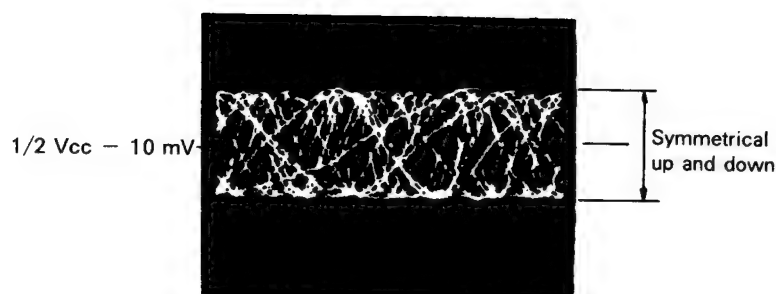

Figure 20-1
*1 Adjust to obtain vertically symmetric waveform (Fig. 20-1) with respect to the reference DC level. The reference level is $1/2 V_{cc} - 10 \text{ mV}$.
*1 So einstellen, daß unter Berücksichtigung der Gleichstrom-Bezugsspannung eine vertikal symmetrische Wellenform entsteht (Abb. 20-1). Die Bezugsspannung beträgt 1/2 Vcc — 10 mV.
*1. Ajuster pour réaliser verticalement une forme d'onde symétrique (Fig. 20-1) par rapport au niveau CC de référence. Il est de 1/2 Vcc — 10 mV.